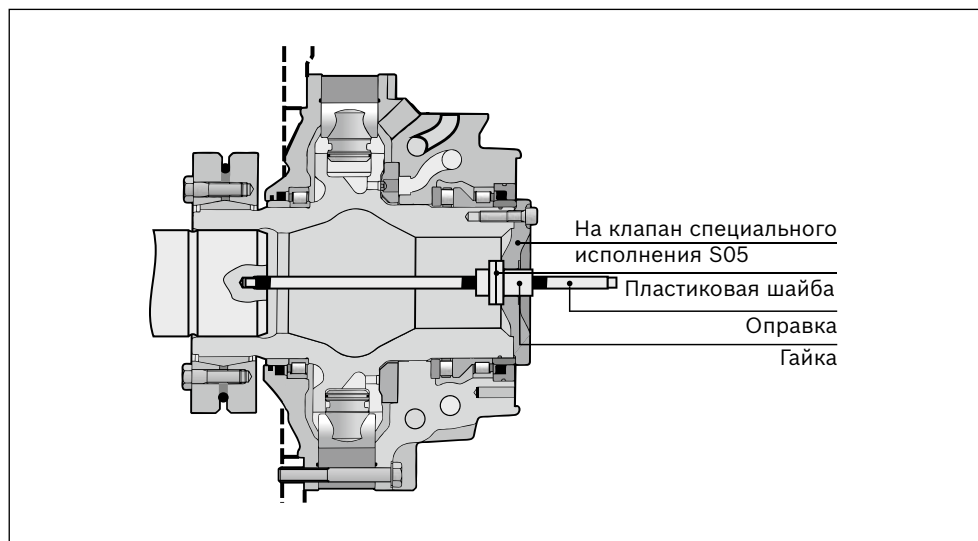

Рис. 3.19. Демонтаж моторов Comract 50-210
- Снять кожух и заднюю крышку подшипника вместе с винтами и шайбами, см. рис. 3.19.